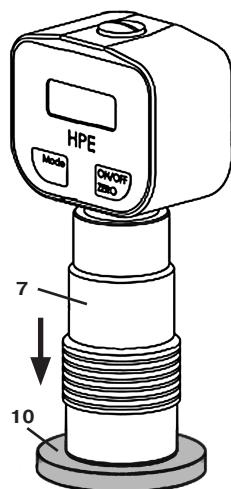

Рис. 4. Испытание на твердость.
1. Нажмите на корпус (7, рис.4) перпендикулярно к образцу (10, рис.4), когда прибор включен.